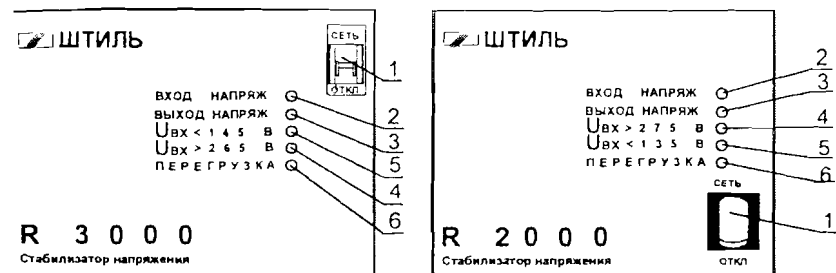

Рисунок 4.1 Передние панели стабилизаторов
На передней панели (рисунок 4.1) расположены: - выключатель (1) СЕТЬ стабилизатора R2000 (*выключатель-автомат (1) СЕТЬ*) и индикаторы: ВХОД НАПРЯЖ (2), ВЫХОД НАПРЯЖ (3), «Увх>275В» («Увх>265В») (4), «Увх<135В» («Увх<145В») (5), ПЕРЕГРУЗКА (6).